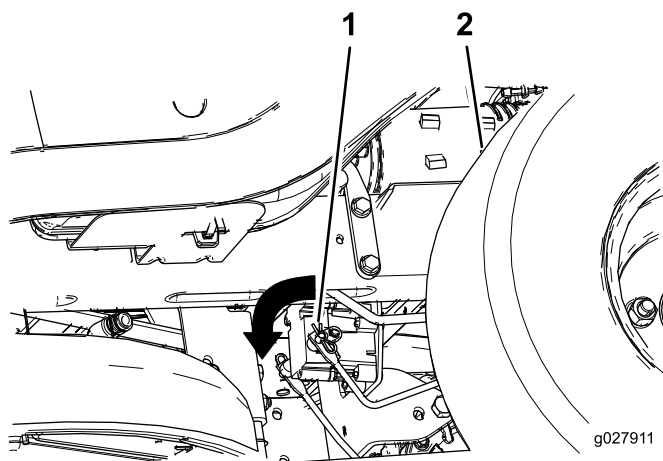

Figura 51
2. Localize o veio no travão elétrico onde os braços de articulação do travão estão ligados (Figura 51).